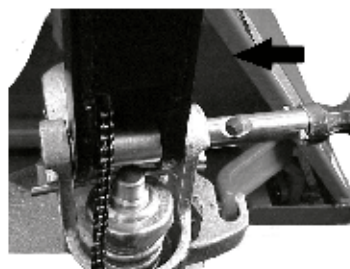

Fig. 6: Insertar el perno
- Introducir la barra timón (1) en el pistón de la bomba. Introducir el perno con los orificios golpeándolo con un martillo desde la derecha para unir los dos grupos constructivos (fig. 6).